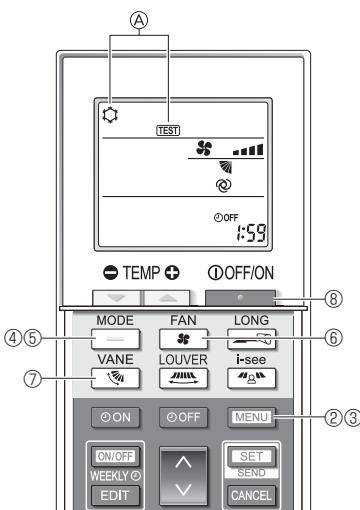

Fig. 7-5
- ① Çalışma testinden en az 12 saat önce üniteye güç verin.
- ② 5 saniye boyunca **[MENU]** düğmesine basın. (Fig. 7-5)
Ⓐ [TEST] ve o andaki çalışma modu görüntülenir. (Fig. 7-5)